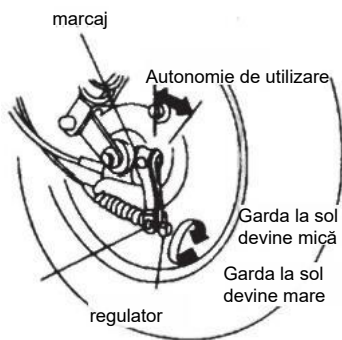

Figura 3-2
(1) Reglarea jocului dintre frânele din față și din spate este prezentată în Figura 3-2. Dacă frâna nu este suficient de flexibilă, trebuie reglate piulițele de pe regulator în direcția indicată de săgeata „joc liber mai mic” (în general, între 1 și 3 rotații). Dacă roata pare să frâneze (se simte frecare între tamburul de frână și sabot), înseamnă că cablul de frână este prea strâns, iar piulițele de pe regulator trebuie ajustate în direcția indicată de săgeata „joc liber mai mare” (în general, între 1 și 3 rotații).